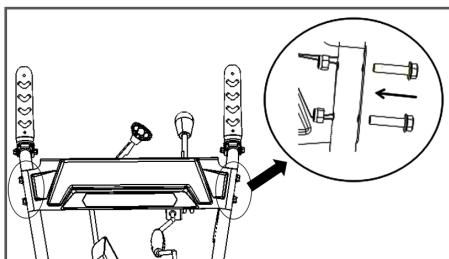

Рис. 2 Установка панели управления
3. Если панель управления установлена на рабочих рукоятках, пропустите этот пункт. Установите панель управления (Рис. 2). Для этого совместите отверстия в панели и рабочей рукоятке, вставьте в них четыре болта M8 × 35 и закрепите их контргайками M8.